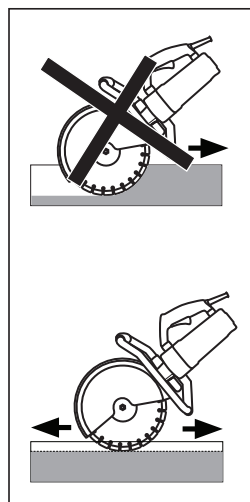

Fig. 8
- Acerque con cuidado el disco a la pieza. Los resultados de corte serán mejores si va siguiendo la línea marcada previamente. No corte grosores superiores a 50 mm (2"). **(Fig. 8)** Necesitará varias pasadas para realizar un corte superior a 50 mm (2").